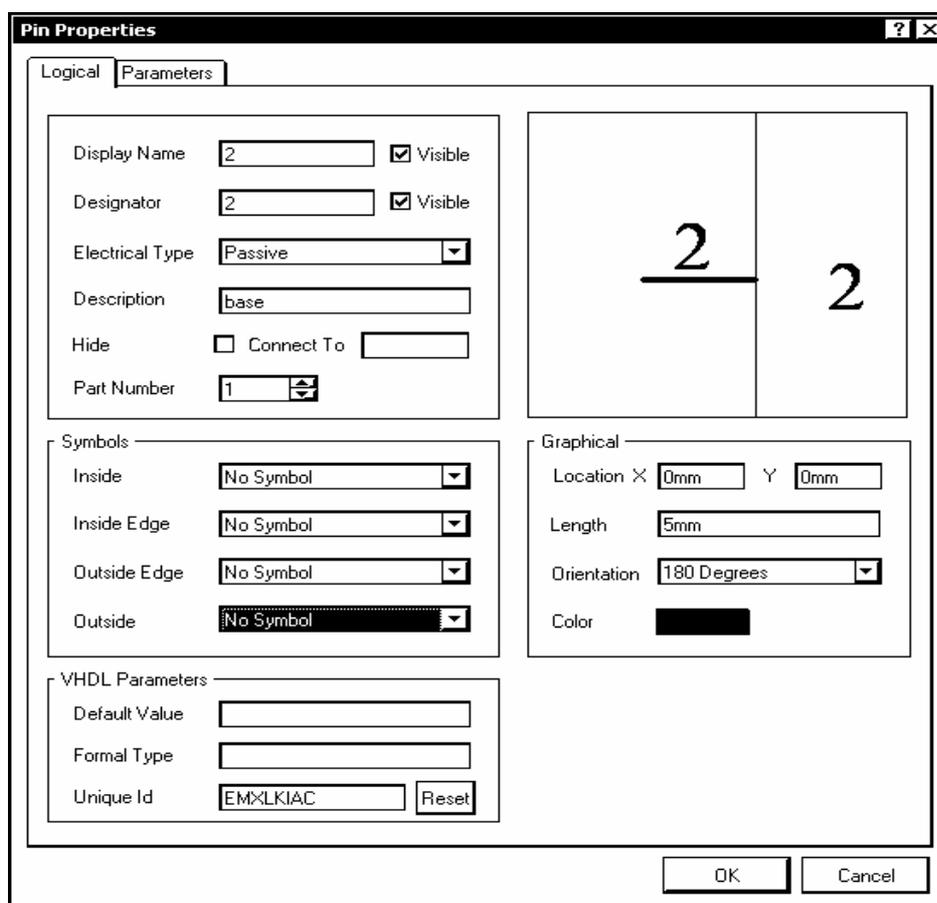

Рис. 3.5
2. Перед размещением вывода активизировать клавишей Tab диалог редактирования его свойств. Открывается окно настройки свойств вывода Pin Properties (рис. 3.5)
Для индивидуального редактирования свойств выделить вывод на графическом экране редактора библиотеки, щелчком правой клавиши мыши активировать контекстное меню и в нем указать команду просмотра и редактирования свойств (Properties). Открывается диалоговое окно Pin Properties (см. рис. 3.5), в котором могут быть изменены свойства вывода.
3. Указать курсором вывод и кнопкой Edit вызвать диалоговое окно Pin Properties (см. рис. 3.5). Отредактировать свойства выбранного контакта и сохранить результат. Отметим, что не все используемые в Altium Designer 6 метки и указатели у выводов ЭРК приемлемы с точки зрения соответствия графики символов требованиям ЕСКД:
4. Активизировать команду главного меню Place>>Pin и вызвать клавишей Tab диалог настройки свойств электрического вывода (см. рис. 3.5). Назначить первому выводу:
4. В диалоговом окне Pin Properties (см. рис. 3.5):